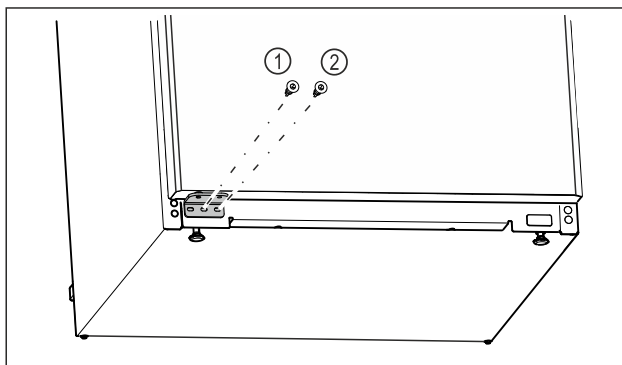

Fig. 26
- Skru hængslets midterste skrue Fig. 26 (1) fast med Torx 20-skrueetrækker.
- Skru hængslets inderste skrue Fig. 26 (2) fast med Torx 20-skrueetrækker.